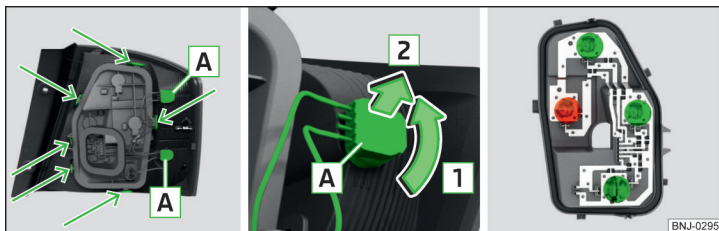

Fig. 307 Partea exterioară a lămpii/Scoaterea becului/Suportul de lampă
- › Rotiți soclul, împreună cu becul cu incandescentă A în sensul săgeții 1 » fig. 307.
- › Rotiți soclul, împreună cu becurile A în sensul săgeții 1 » fig. 307.
- › Deblocați soclul becului în zonele marcate cu săgeți » fig. 307 și scoateți-l din lampă.